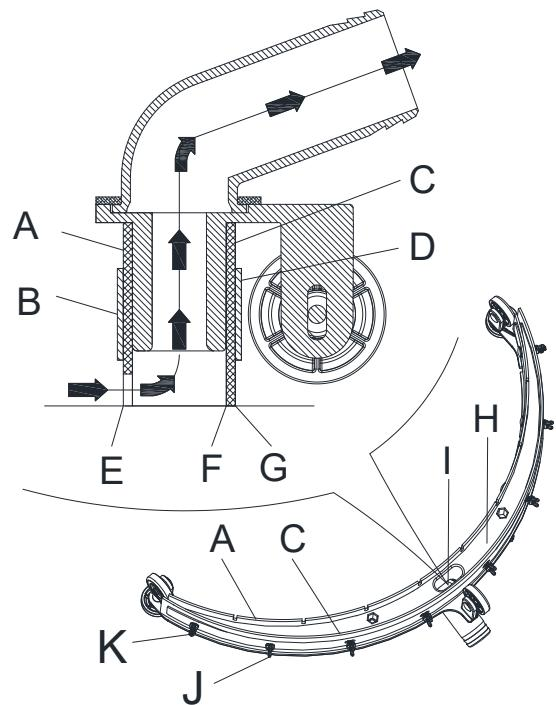

Figure 16
2. Vérifiez que les bords (E, Figure 16) de la lame avant (A) et les bords (F) de la lame arrière (C) sont bien au même niveau sur toute leur longueur ; si nécessaire, réglez leur hauteur selon la procédure suivante :
- Desserrez tous les écrous à ailettes (J) et réglez les lames avant (A) et arrière (C), puis serrez tous les écrous à ailettes.
3. Vérifiez l'usure, la coupe et les déchirures des lames avant (A) et arrière C) ; si nécessaire, remplacez-les selon la procédure suivante. Vérifiez que les coins avant (E) ou arrière (F) ne sont pas usés ; si nécessaire, retournez la lame pour remplacer le coin usé par un coin intact. Si les autres coins sont usés, remplacer aussi la lamelle selon la procédure suivante :
- Déposez tous les écrous à ailettes (J) et la vis (K), déposez la bande de retenue (B), puis remplacez/retournez la lame avant (A). Monter l'embouchure dans l'ordre inverse du démontage.
- Déposez tous les écrous à ailettes (J) et la vis (K), déposez la bande de retenue (D), puis remplacez/retournez la lame arrière (C). Monter l'embouchure dans l'ordre inverse du démontage. Après le remplacement de la lame (ou son retournement), remontez la raclette comme indiqué à l'étape précédente.